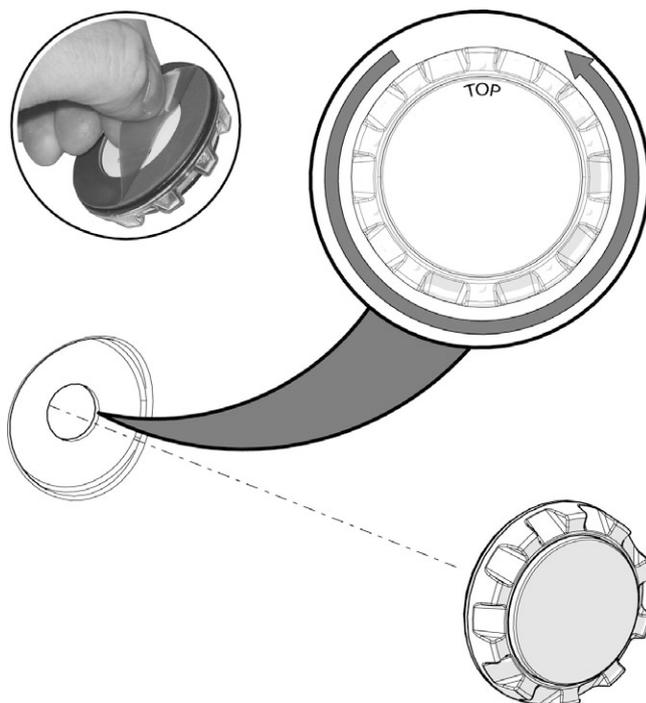

Abbildung 129. Schutzpapier entfernen und die Blinkleuchte so drehen, dass die Aufschrift „TOP“ oben steht.
2. Beleuchtung/Blinker drehen, bis der Text "TOP" nach oben zeigt, und dann die Blinker an der Abdeckung des Antriebspakets platzieren. Drücken Sie es an die Abdeckung, bis das doppelseitige Klebeband an der Abdeckung haften bleibt. Siehe Abbildung. 129.
2. Beleuchtung/Blinker drehen bis der Text "TOP" nach oben zeigt und dann den Blinker platzieren. Drücken Sie es an die Abdeckung, bis das doppelseitige Klebeband an der Abdeckung haften bleibt. Siehe Abbildung 129.